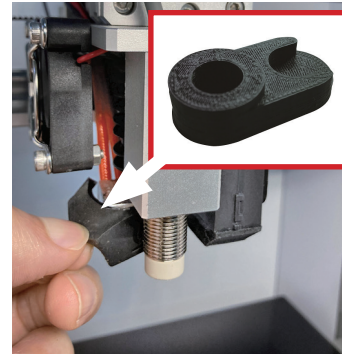

Fig. 2
5. Plaats het kalibratie-instrument van de Z-sensor onder de Z-sensor en het mondstuk. Zie Fig. 2.